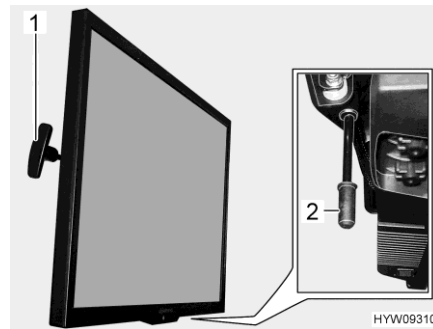

Bild 69 Platt bildskärm
- Dra i handtaget (Bild 69,1) och håll fast. Den platta bildskärmen är upplåst.
- Dra handtaget (Bild 69,2) nedåt och håll fast. Den platta bildskärmen är upplåst.